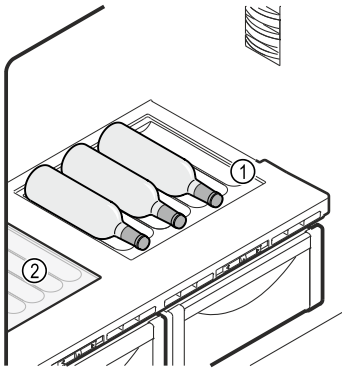

Fig. 130 Beispielhafte Darstellung
- ▶ Glasplatte Fig. 130 (2) unter der variablen Flaschenablage einlegen.